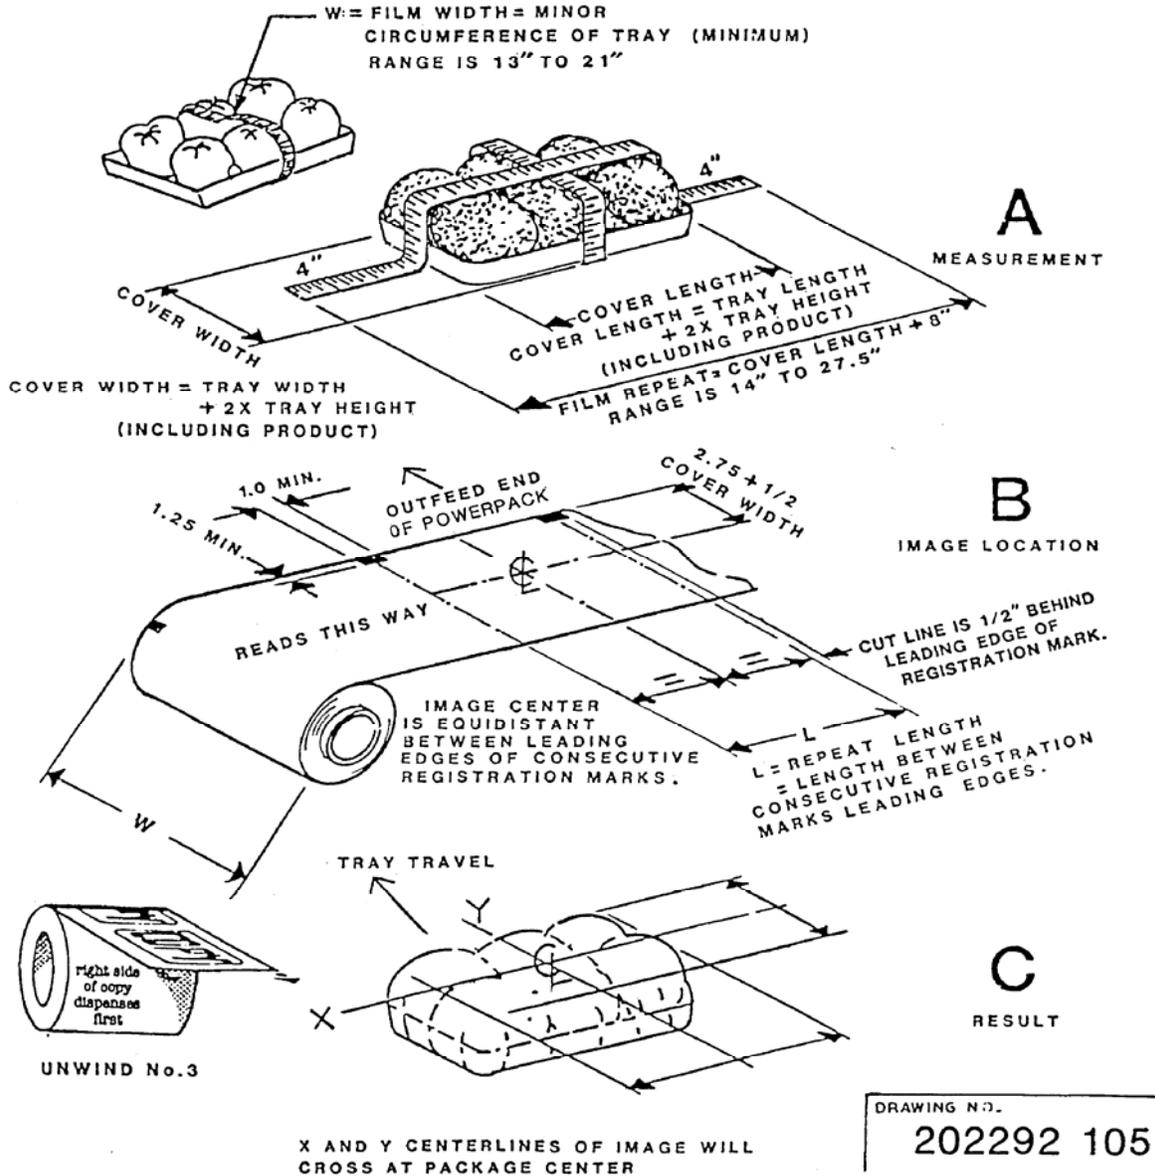

Figura 7-1 Especificaciones de película impresa registrada
Para determinar el ancho e la película, consulte la Figura 7-1:
La línea central vertical de la imagen impresa debe estar colocada 2.75 pulgadas + 1/2 del ancho de la cubierta desde el borde posterior de la película. El ancho de la cubierta es igual al ancho de la bandeja más dos veces la altura de la bandeja, incluyendo el producto, como se mide en "A" mostrado en la Figura 7-1.
Para determinar la longitud de la película requerida, mida la longitud de la cubierta de la bandeja, la cual es igual a la longitud de la bandeja más dos veces la altura, incluyendo el producto, como se muestra en "A" en la Figura 7-1. La longitud repetida de película, o distancia, es igual a la longitud de la cubierta + 8" para una bandeja típica. Para la bandeja número 8, (8"A x 10"L), la longitud repetida típica sería aproximadamente $10 + 2 + 2 + 8 = 22$ ".
La línea central de la imagen horizontal debe estar 1/2" fuera del centro de los bordes frontales de las marcas de registro, como se muestra en "B y "C" en la Figura 7-1.
- La imagen de la película está derecha y se lee correctamente de izquierda a derecha cuando es vista desde la alimentación de la máquina. Vea "B" en la Figura 7-1.